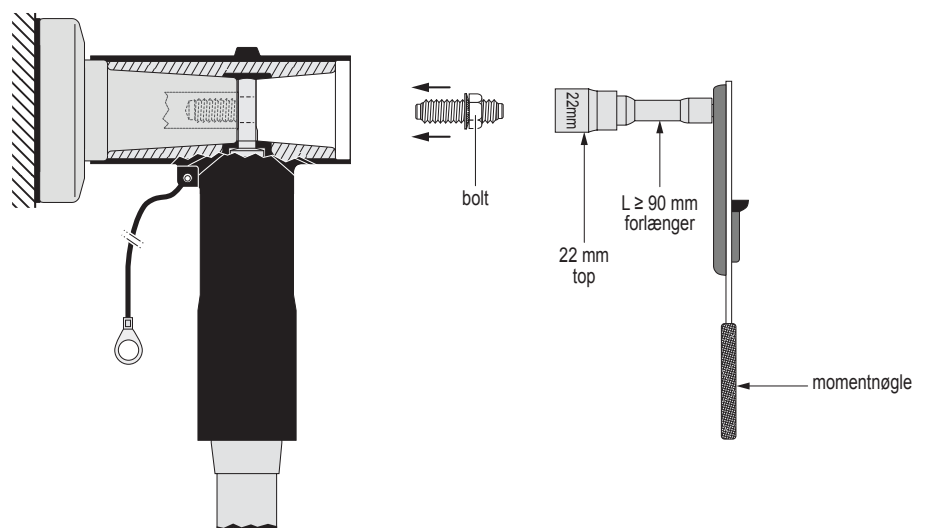

Fig. 17
19) Bolten monteres og spændes med 50 Nm, se fig. 17.